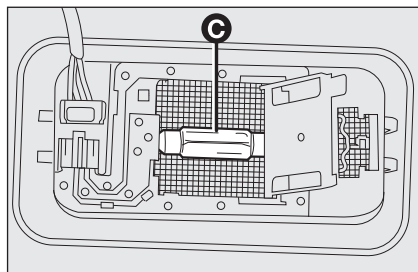

fig. 27
- înlocuiți becul **C-fig. 27** eliberându-l din contactele laterale, introduceți noul bec, verificând ca acesta să fie corect blocat între aceste contacte;